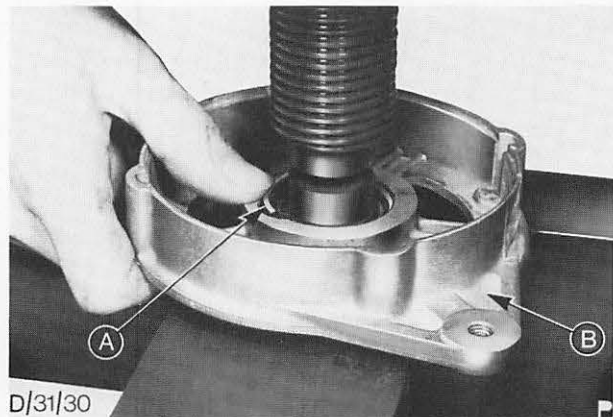

Abb. 49 Sprengring – Halterung, antriebsseitiges Lager ausbauen
23. Sprengring, A in Abb. 49, zur Halterung des antriebsseitigen Lagers entfernen.